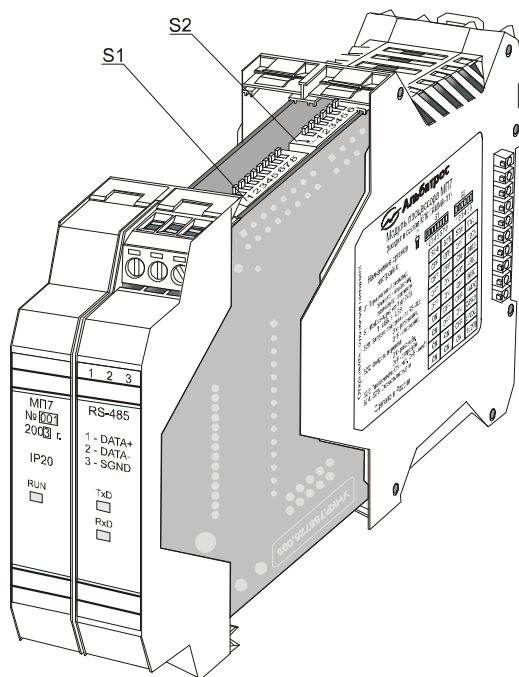

Рисунок 12 – Расположение органов настройки ЯС2 (вилка J1 расположена слева от переключателя S1).
11.3.4 С помощью переключателя S1 на плате ЯС2 (см. рисунок 12) задайте адрес модуля по протоколу Modbus. Адрес модуля задается в виде двоичного числа в диапазоне от 1 до 247, при этом секция номер восемь переключателя S1 соответствует младшему биту двоичного числа, а секция номер один – старшему биту, положение секции “OFF” соответствует нулевому значению бита адреса, положение секции “ON” соответствует единичному значению бита адреса.